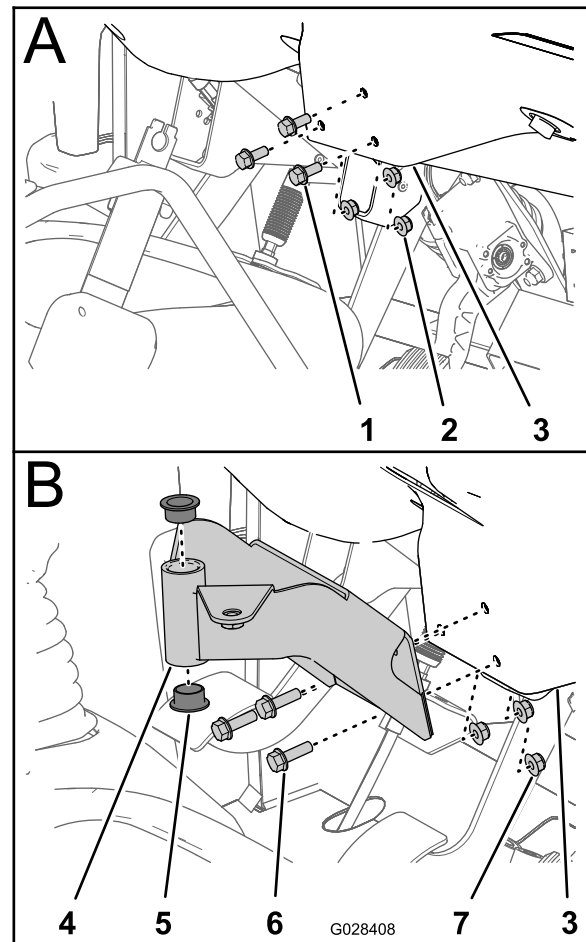

Figure 18
1. Retirez les 3 boulons et les 3 écrous qui fixent la partie inférieure centrale de la planche de bord au support de la planche de bord (Figure 18).
- Alignez les trous du support de montage de la console de commande et les trous dans la planche de bord et le support (Figure 18).
- Serrez les écrous et les boulons (Figure 18).
- Insérez les 2 douilles en plastique dans le support de montage (Figure 18).